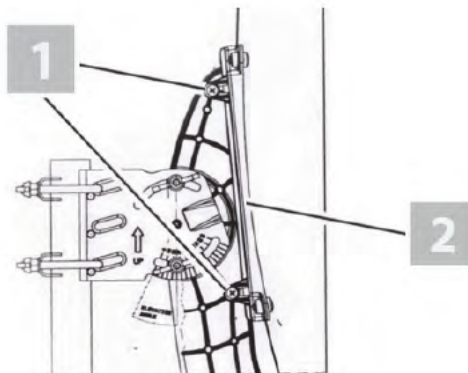

Bild 3: Reflektor montieren
1. Halten Sie den Reflektor so vor den Tragarm, dass die beiden Bohrungen in der Reflektorplatte [2] deckungsgleich mit den beiden Tragarmbohrungen [1] übereinander liegen (siehe Bild 3, oben).